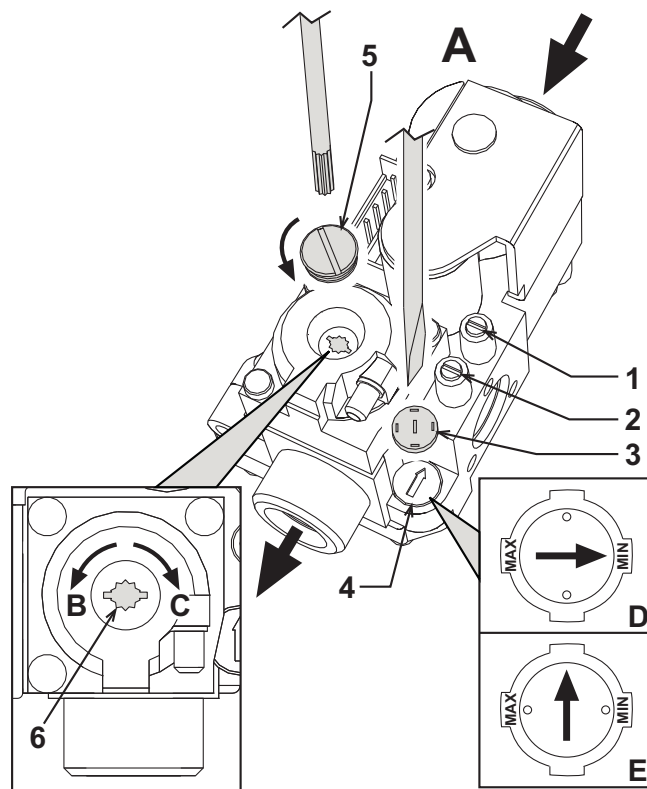

fig. 17 - Réglage de la pression
Sur les chaudières ERA F D, la puissance thermique du foyer - et par conséquent, la puissance thermique fournie à l'eau de chauffage - peut être réglée en agissant simplement sur le réglage du brûleur principal par le biais de la vanne à gaz (voir fig. 17). Les diagrammes du paragraphe cap. 5.2 illustrent la variation de la puissance thermique fournie à l'eau en fonction de la pression de fonctionnement du brûleur. Le fait de pouvoir adapter la puissance de la chaudière aux exigences spécifiques de chauffage permet principalement de réduire les dispersions et donc d'économiser du combustible. De plus, grâce à la variation de la puissance, réglementée également par la loi, les chaudières maintiennent inaltérées les valeurs de rendement et les caractéristiques de combustion.
- À l'aide d'un petit tournevis, ôter le capuchon de protection 5 de l'opérateur secondaire de la vanne à gaz de fig. 17.
- Relier un manomètre à la prise de pression 2 (fig. 17) montée en aval de la vanne à gaz ; tourner le bouton du thermostat de la chaudière sur la position maximum.
- Régler la pression à l'aide de la vis 6 (fig. 17) sur la valeur désirée, conformément aux diagrammes du paragraphe cap. 5.2.
- Ôter le petit capuchon de protection 3 de la vanne à gaz (fig. 17). À l'aide d'un petit tournevis, régler le "STEP" d'allumage pour le gaz souhaité (**G20-G25** position **D** fig. 17, ou **G30-G31** position **E** fig. 17) ; remettre ensuite le capuchon.
- Purger l'air présent dans les tuyauteries du gaz à l'aide de la prise de pression 1 de la vanne à gaz (fig. 17).